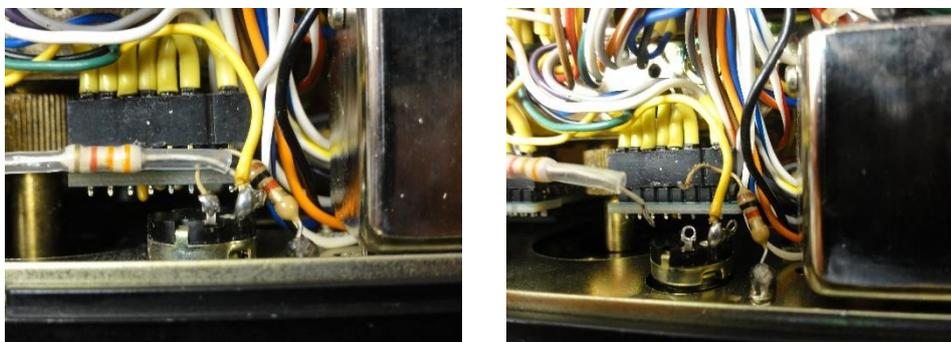

Figura 7
- Soldar las dos resistencias R14 (1k Ω) y R15 (3.3 k Ω) al potenciómetro de CALIB VR6 (5k Ω), ver Figura 7.